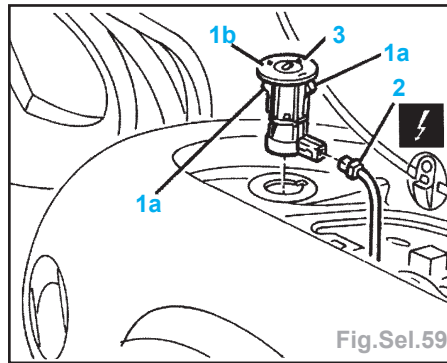

Fig.Sel.59
- l'interrupteur pour désactiver l'airbag passager (Fig.Sel.59),